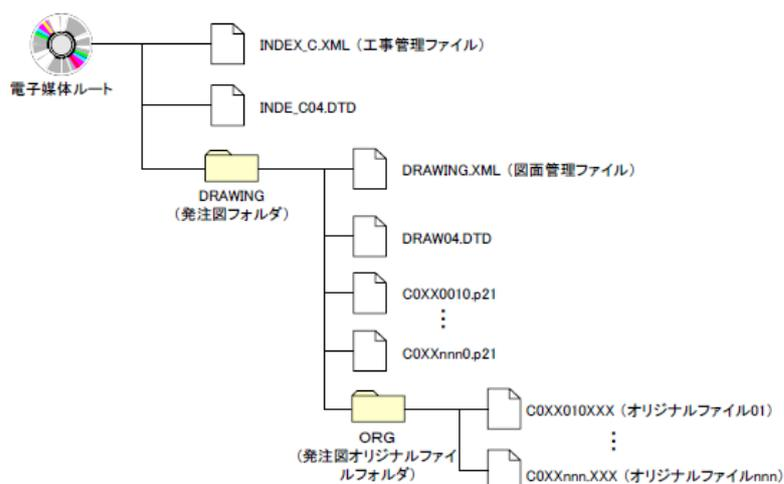

図 4-3 貸与資料のフォルダ構成
- 貸与資料について、「工事完成図書の電子納品要領（案）[建築編・建築設備]」には記述がありませんが、横浜市「工事完成図書の電子納品要領（案）[土木編]」を参考に、電子媒体に格納します。発注者から請負人への貸与資料のフォルダ構成の例を図 4-3 に示します。なお、検査プログラムの「営繕」では、発注図(DROWINGS)の項目がないため、完成図(DROWINGF)に作成するものとし、請負人は必要なデータを取り出して電子成果作成します。